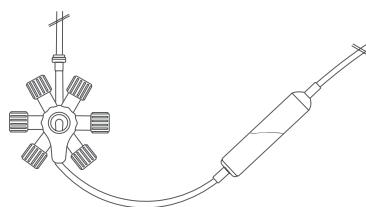

Fig 1. Aerisirea camerei de picurare
8. Țineți camera de picurare (8) înclinață cu susul în jos și poziționați-o la același nivel cu RondelO, deschideți prestubul (9) a IV-set și umpleți camera de picurare ca în (Fig. 1).